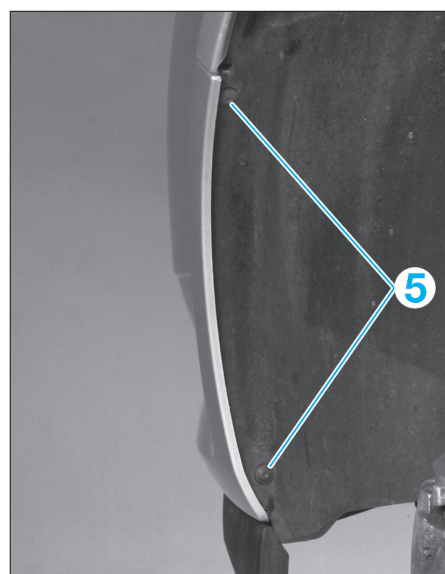

FIG. 7
- les deux vis (5) de chaque côté à l'avant du passage de roue (fig. 7).